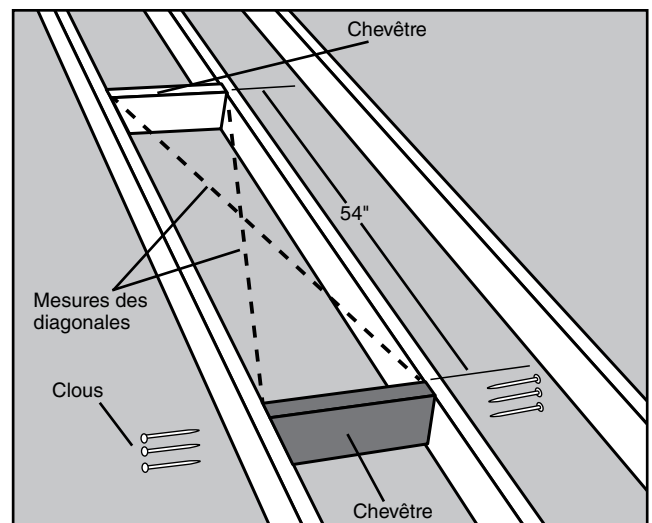

FIGURE 13 - Façon de vérifier la perpendicularité
- Étape 5.** Positionnez la deuxième rive à 137.2 cm de la première et répétez l'étape 4 (Voyez la Figure 13).
- Étape 6.** L'encadrement pour l'ouverture brute nécessite quatre côtés. Les chevêtres posés constituent deux de ces côtés. Si vos solives de plafond sont espacées de façon à constituer les deux autres côtés de l'ouverture brute, contrôlez que tout est d'équerre en mesurant les diagonales. Ces mesures doivent être égales à 3 mm près pour que la perpendicularité soit acceptable (Voyez la Figure 13). Si vos solives de plafond ne peuvent pas constituer les deux derniers côtés de l'ouverture brute, vous aurez à installer une ou deux morceaux de bois comme chevêtres additionnels pour encadrer un ou deux côtés restants de l'ouverture brute, allez donc sur "Installation de tirants" en page 16.